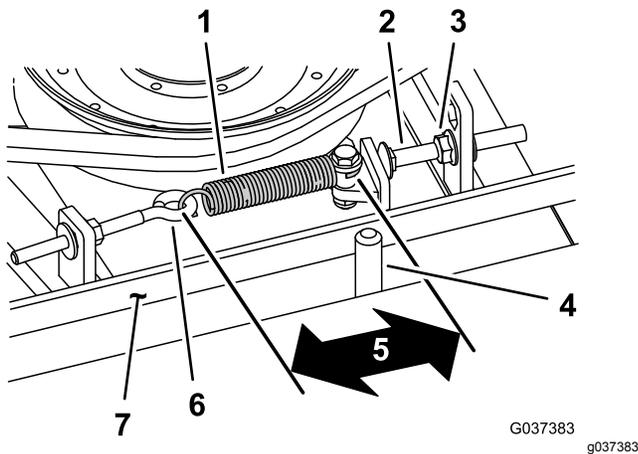

Figure 102
Lorsque le ressort d'extension est correctement tendu, l'intérieur doit mesurer (d'un crochet à l'autre) entre 8,3 et 9,5 cm. Lorsque le ressort est correctement tendu, ajustez le boulon de butée (boulon de carrosserie) jusqu'à obtention d'un jeu d'environ 2 à 5 mm entre la tête du boulon et le bras de tension (Figure 102).
**Remarque:** La courroie doit être placée du côté ressort du guide (Figure 102).
- Desserrez le boulon à œil (Figure 102).
- Desserrez l'écrou à embase qui fixe le boulon de butée à la patte de montage, et écartez la poulie de tension de la courroie (Figure 102).
9. Raccrochez le ressort d'extension (Figure 102) au boulon à œil et tendez la courroie comme suit :